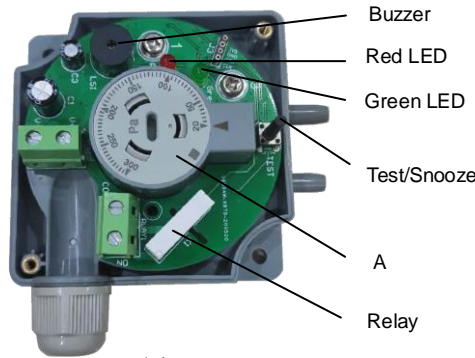

图 6
1. 打开上盖，开关示意图如图 6 所示。
需要的压力/压差可通过设定旋钮上的刻度盘(图 6 中 A)获得。仅需要用一字螺丝刀旋转刻度盘到指针所示位置即可。